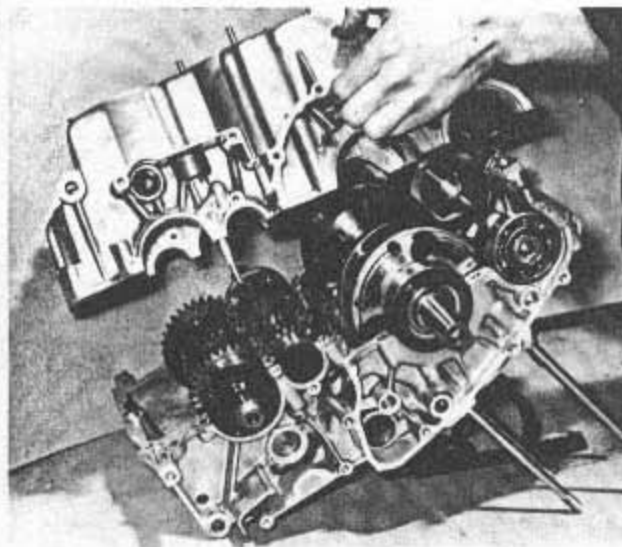
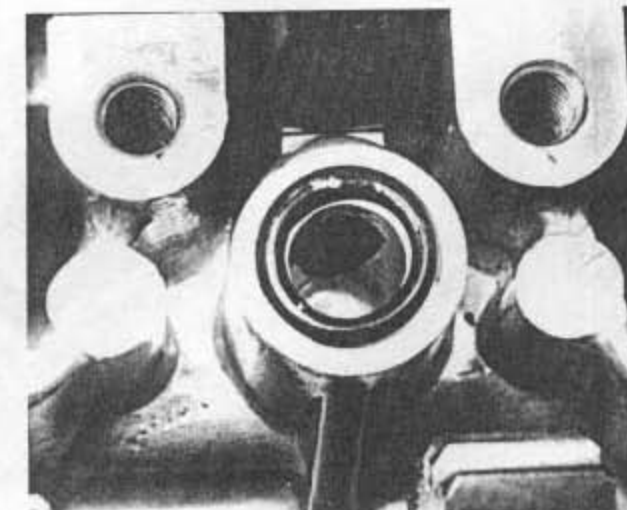

Bild 99
Bild 98
- Die Dichtfläche der oberen Gehäusehälfte wird mit einer dünnen Schicht Dichtmasse versehen. Zu diesem Zweck empfiehlt SUZUKI die Verwendung von «SUZUKI Bond Nr. 4». Es kann aber auch jede andere nichtaushärtende Qualitätsdichtmasse verwendet werden. In die vor der Getriebehauptwelle sitzende Gehäuseaussparung wird ein neuer O-Ring eingelegt (Bild 98). Man lasse die Dichtmasse während etwa 10 Minuten setzen und senke dann die obere Gehäusehälfte in ihre Endlage ab (Bild 99). Man verwende einen Kunststoffhammer oder die Handfläche, um die obere Gehäusehälfte vollständig auf die untere zu setzen. Man prüfe, ob sich alle Wellen einwandfrei durchdrehen lassen. Anschliessend setze man die Befestigungsschrauben in die untere Gehäusehälfte ein. Die 8-mm-Schrauben werden gleichmässig, Umdrehung um Umdrehung, in der numerischen Reihenfolge festgezogen. In unmittelbarer Nähe jedes Schraubenkopfes ist dazu eine Nummer ins Gehäuse eingeschlagen. Man beginne bei Nummer 1. Die restlichen Schrauben werden ebenfalls festgezogen und dann das Motorgehäuse umgedreht und die obenliegenden Befestigungsschrauben eingesetzt. Sämtliche Motorgehäuseschrauben sind auf das vorgeschriebene Anzugsdrehmoment festzuziehen.